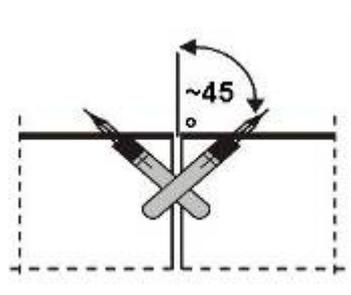

Figura 4.1-6 Detalle del taladro
- Realización de los taladros. Estos serán secantes al plano de la fisura, por lo tanto, se realizarán con un ángulo de  $45^\circ$  aproximadamente. El diámetro del taladro será igual al diámetro del inyector más 2 mm, nunca mayor para que de esta forma el inyector quede fijado al soporte. *Figura 4.1-6.*